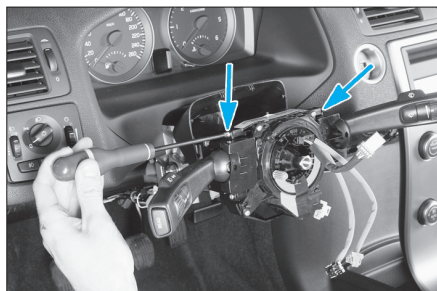

FIG. 3
- les vis de fixation des commodos (Fig.3).